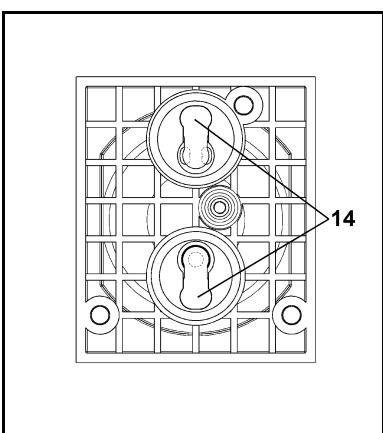
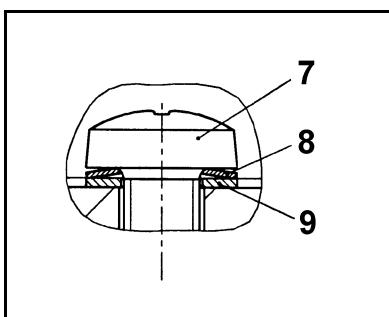

Fig. 9: Emplacement des plaques soupapes
Fig. 10: Disposition et orientation de la rondelle Belleville (8) et de la rondelle (9) par rapport à la vis (7)
* voir fig. 10
4. Desserrer les trois vis (7) dans la plaque de tête (10) et retirer la plaque de tête des culasses (11), (14) et (15).
5. Retirer les plaques soupapes (13) ainsi que les joints toriques (12) des culasses (11), (14) et (15).
- i** Il se peut aussi que les joints toriques collent à la plaque de tête (10) au lieu de reposer dans la culasse.
6. Insérer les nouvelles plaques soupapes (13) ainsi que les nouveaux joints toriques (12) dans les culasses (11), (14) et (15).
- i** Le côté supérieur et le côté inférieur des plaques soupapes sont identiques. Pour l'emplacement correct, voir la fig. 9.
1. Poser la plaque de tête (10) sur les culasses (14), (14) et (15) selon les repères au feutre.
2. Serrer à la main légèrement et avec précaution les trois vis (7) de la plaque de tête (10).
- i** Voir la fig. 9 pour la disposition et l'orientation de la rondelle Belleville (8) et de la rondelle (9) de la vis (7).
3. Poser le recouvrement de tête (4) sur le corps de pompe (18).
4. Serrer tout d'abord légèrement les neuf vis (3) du recouvrement de tête (4) : tout d'abord les vis du niveau de pompe moyen, puis les vis de droite et ensuite les vis de gauche.
5. À présent, serrer à fond les neuf vis (3) en commençant avec les vis intérieures et en poursuivant vers l'extérieur.
- i** S'il est difficile de serrer les vis, c'est que les culasses ne sont pas alignées entre elles ou que les culasses et la plaque de tête ne sont pas à fleur (voir la fig. 10).
6. Remonter les deux recouvrements latéraux (5).
7. Remonter la poignée de pompe (2).